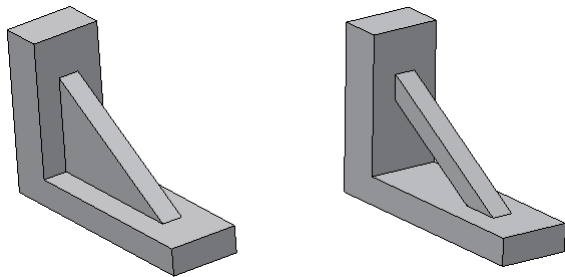

图 3-58 加强筋
加强筋的创建过程比较简单，如果要创建图 3-58 所示的加强筋，绘制步骤如下：
(6) 可指定加强筋的厚度，还可指定其厚度的方向，可在截面轮廓的任一侧应用厚度, 或在截面轮廓的两侧同等延伸.
(7) 加强筋终止方式有两种，即【到表面或平面】选项和【有限的】选项。选择【到表面或平面】选项，则加强筋终止于下一个面；选择【有限的】选项，则需要设置终止加强筋的距离，这时可在下面的文本框中输入一个数值。
(8) 如果加强筋的截面轮廓的结尾处不与零件完全相交，会显示【延伸截面轮廓】选项，选中的话则截面轮廓会自动延伸到与零件相交的位置。在两种不同方式下生成的特征如图 3-58 所示。
(9) 单击【确定】按钮完成加强筋的创建。